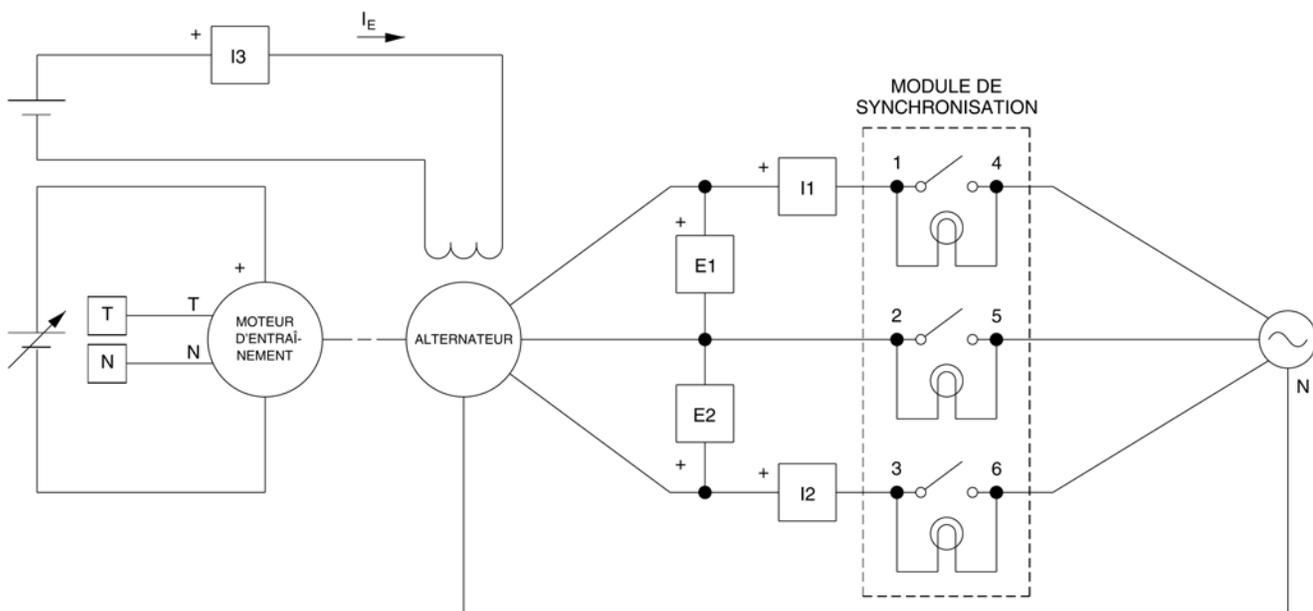

Figure 6-11. Circuit utilisé pour synchroniser et raccorder un alternateur à un réseau d'alimentation c.a.
Dans la première partie de cette expérience, vous allez monter l'équipement dans le Poste de travail, le raccorder comme à la figure 6-11 et effectuer les réglages appropriés sur le module Moteur d'entraînement / Dynamomètre.
- 5. Raccordez l'équipement comme à la figure 6-11.